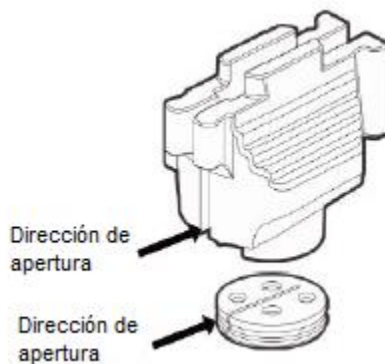

IMAGEN 10: Mantener el sentido de apertura de las ranuras en consonancia.
2. El Touch-loc se instaló en la abrazadera Touch-loc en el momento del envío. Si los médicos tienen que ajustarlos por sí mismos, siga los pasos que se enumeran a continuación: alinee las cuatro protuberancias de la abrazadera con los cuatro orificios de la Touch-loc y mantenga la dirección de apertura de las ranuras de la abrazadera en consonancia con la del Touch-loc (Imagen 10).